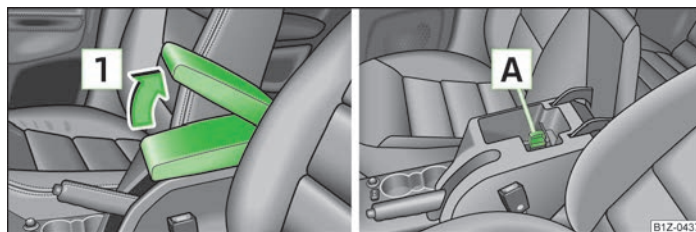

Fig. 78 Cotiera: compartiment de depozitare / răcirea compartimentului de depozitare
- » Deschideți capacul cotierei în sensul săgeții **1** » fig. 78.